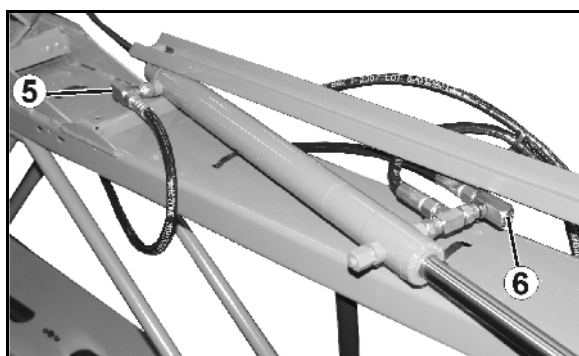

图 169
1. 检查，当泵未运行和水平放置时在标记（图 169/1）是否能看到油位。
2. 如果在标记（图 169/1）看不到油位，取下盖子（图 169/2）并加油。
2. 取下盖子（图 169/2）。
5. 交替向左和向右转动驱动轴，慢慢充入新油。在标记（图 169/1）看到油后，表示油量正确。